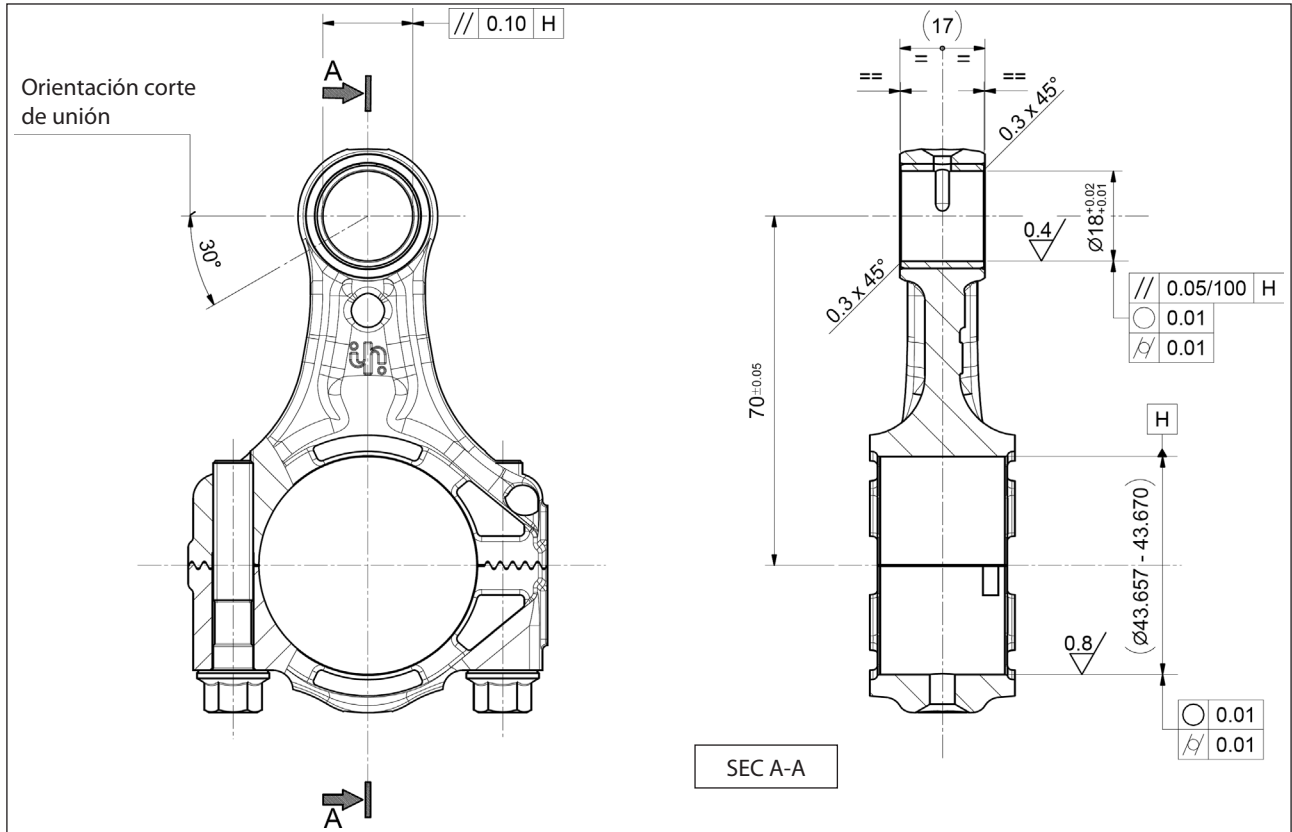

Fig. 32
** Los tornillos de fijación del cabezal pos. dib. desglosado 55 deben ser ajustados utilizando una llave dinamométrica respetando el orden indicado en el esquema de la (Fig. 32).
- el corte de unión sea orientado como se indica en Fig. 32.
A continuación realizar trabajos mecánicos respetando obligatoriamente las dimensiones y tolerancias mostradas en la Fig. 32.